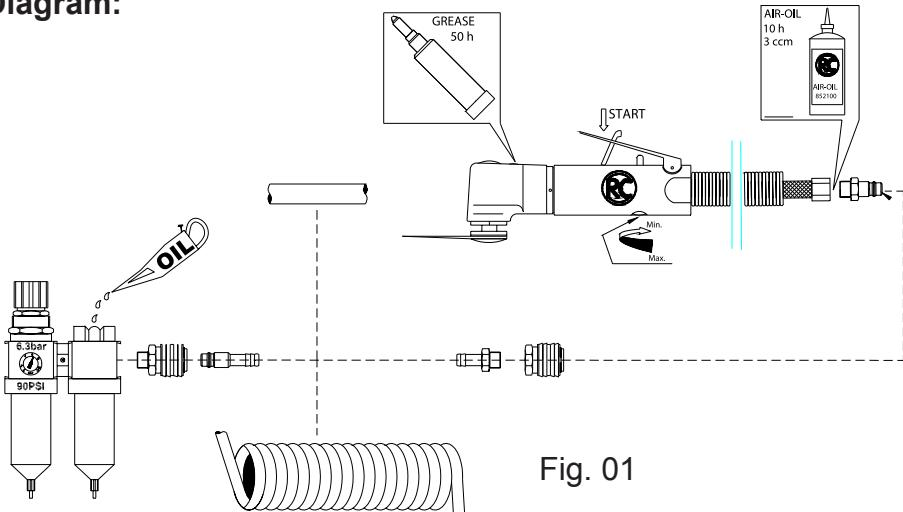

Fig. 01
- Connect device as shown in Fig.01.
- To start the machine, simply pull the trigger (A). Machine speed is increase by increasing pressure on the trigger. Release the trigger to stop.
- Conecte el dispositivo como se indica en la Fig.01.
- Para activar el aparato, sencillamente presione el gatillo (A). La velocidad del aparato aumenta al incrementar la presión sobre el gatillo. Suelte el gatillo para detenerlo.